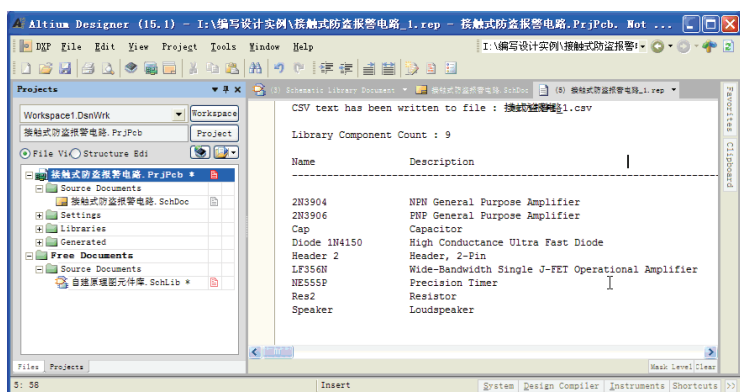

图 4-42 “接触式防盗报警电路”的元件库报表
(2) 元件库报表命令【Library List】用来生成当前元件库的报表文件，内容有元件总数、元件名称和描述。执行该命令后，系统直接建立元件库报表文件，并成为当前文件。以“接触式防盗报警电路”项目库为例，其元件库报表如图 4-42 所示。